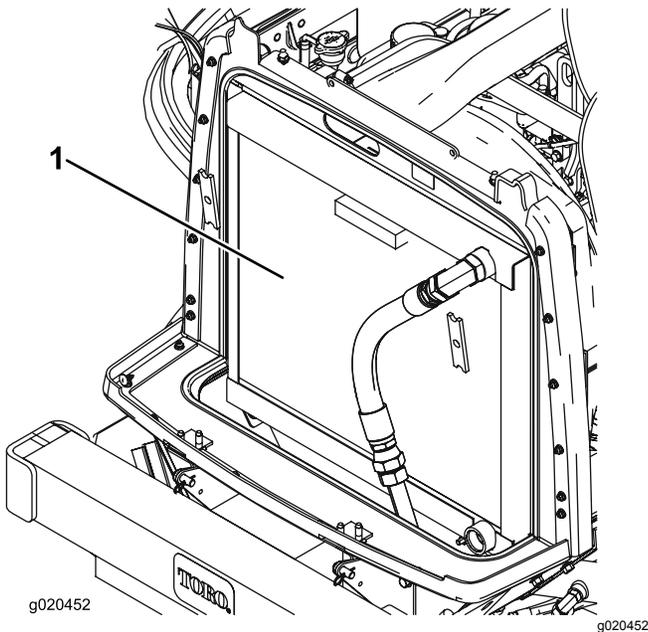

Figure 61
3. Nettoyez soigneusement les deux côtés du radiateur/refroidisseur (Figure 61) à l'air comprimé.